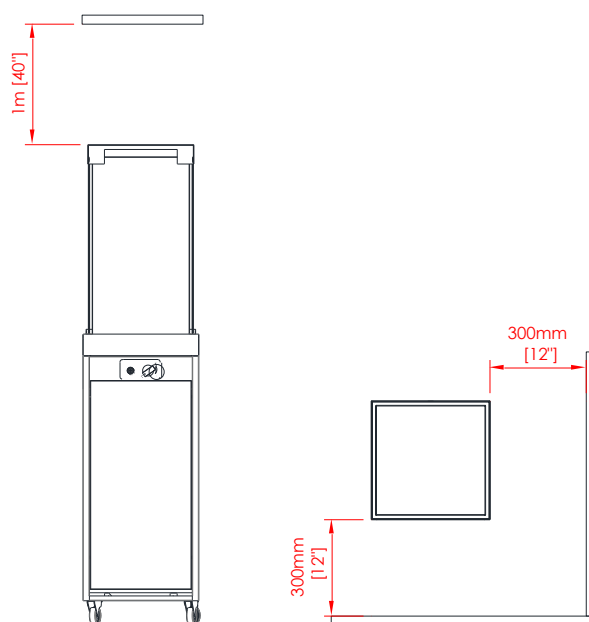

Fig 2 – Distances minimales
- Cet appareil doit être tenu à l'écart des matériaux inflammables pendant son utilisation. Ne placez aucun matériau combustible à moins de 0,3 m de FARO et à 1 m au-dessus de l'appareil (Fig 2).